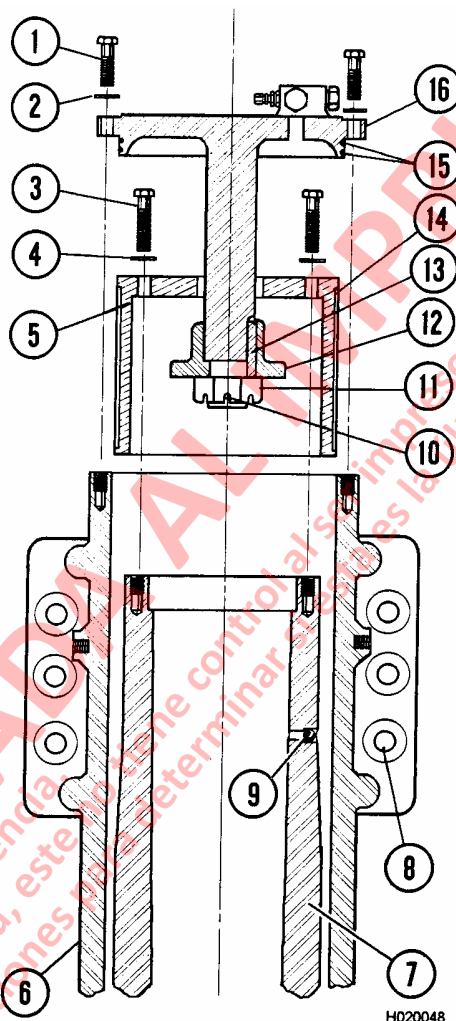

FIGURA 2-8. DESMONTAJE DE LA VARILLA DEL PISTÓN
- Coloque un recipiente apropiado debajo del cilindro de la suspensión. Retire el tapón de drenaje inferior (19, Figura 2-8) y deje drenar completamente el cilindro. Un cilindro de la suspensión delantera cargado correctamente contiene 98 L (25.8 galones) de aceite.
1. Sosteniendo la suspensión en posición vertical (con la tapa del extremo arriba), saque los pernos (1, Figura 2-8), y las golillas endurecidas (2). Fije el tacle a la estructura de la tapa del extremo (16) y levante la tapa del extremo de la caja de la suspensión (6) hasta que el tope del pistón (12) haga contacto con el retén del rodamiento superior (5). Saque los pernos (3) y las golillas endurecidas (4). Saque la estructura de la tapa y el rodamiento de la caja.
2. Saque el pasador cilíndrico (10), la tuerca (11), el tope del pistón (12) y la cuña (13). Separe la tapa y el rodamiento. Saque los anillos de goma y los anillos de respaldo (15). Saque el rodamiento (14).
4. Instale nuevos anillos de respaldo y anillos de goma (15, Figura 2-8) en las ranuras de la tapa del extremo. Los anillos de respaldo deben quedar posicionados hacia la pestaña en la tapa del extremo.
5. Instale un nuevo rodamiento (14) en el retén del rodamiento superior (5).
6. Deslice el conjunto del retén del rodamiento superior sobre la varilla de la estructura de la tapa (16).
7. Instale la cuña (13) y el tope del pistón (12) en la varilla de la estructura de la tapa. Asegúrese que el tope del pistón quede completamente asentado contra el hombro de la varilla. Instale la tuerca de seguridad (11) contra el tope del pistón. Apriete la tuerca de seguridad media vuelta más, hasta que el orificio para el pasador cilíndrico (10) esté alineado. Instale el pasador cilíndrico (10).
8. Coloque un dispositivo de levante al lado superior del conjunto de la tapa del extremo. Baje el conjunto hasta el pistón (7). Inserte las bolas de acero (9) en los orificios del pistón antes de asentar completamente el rodamiento en la parte superior del pistón. Una pequeña cantidad de jalea de petróleo evitará que las bolas se caigan durante el ensamblado.
9. Instale el retén del rodamiento superior (5) en la varilla del pistón. Asegure el rodamiento en su lugar con pernos **nuevos** (3) y con golillas endurecidas (4). Apriete los pernos a un torque de **678 N.m (500 ft. lbs.)**.
NOTA: Siempre use pernos nuevos (3, Figura 2-8) durante el ensamblado. Los pernos usados se tensarán y fatigarán debido a las cargas que han debido soportar durante la operación.